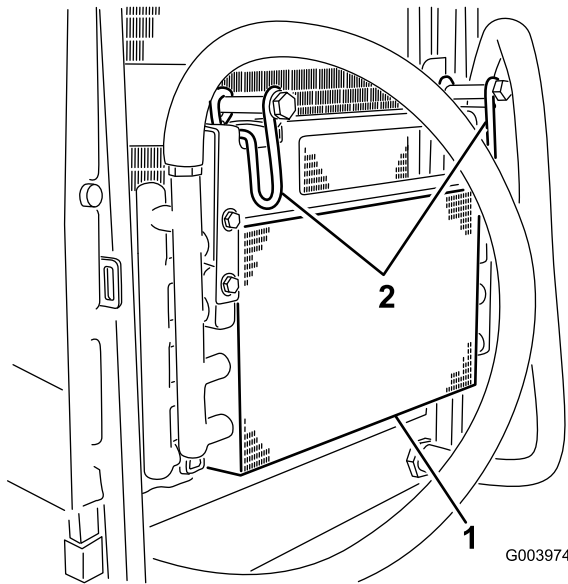

図 71
5. オイルクーラのラッチを内側に倒してオイルクーラを外す（図 71）